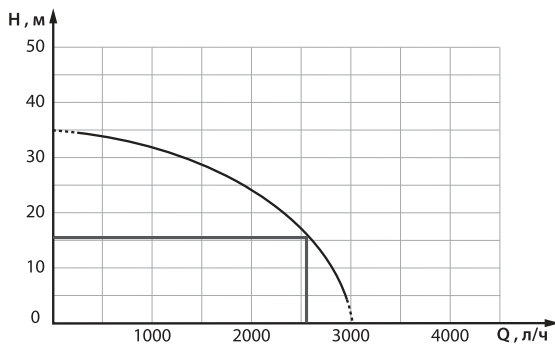

Рис. 3. График зависимости производительности от высоты подъема воды поверхностных насосов.
4. На графике (рис. 3) зависимости производительности от высоты подъема воды насоса находим величину расхода, она составляет примерно 43 л/м.